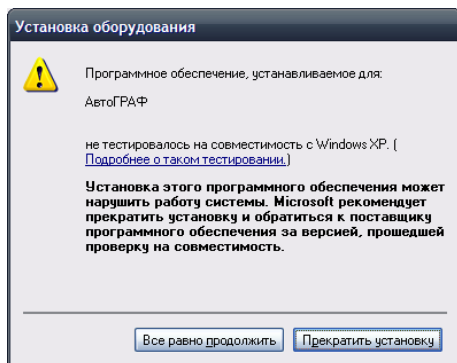

Рисунок 3.
11. В ответ на предупреждение системы (рисунок 3), нажмите кнопку «Все равно продолжить».